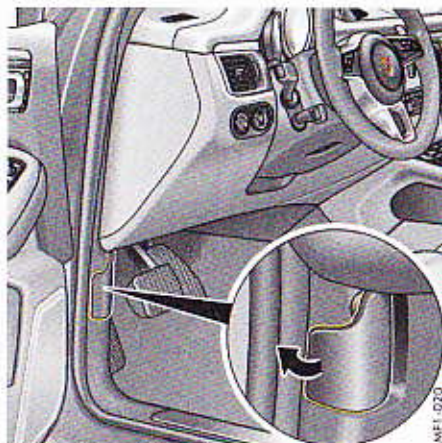

Fig. 38 : Déverrouillage du capot moteur
- Tirez sur le levier de déverrouillage (Fig. 38).
2. Vérifiez si le capot moteur est correctement enclenché dans les deux serrures et si le levier de déverrouillage (Fig. 38) a retrouvé sa position initiale.